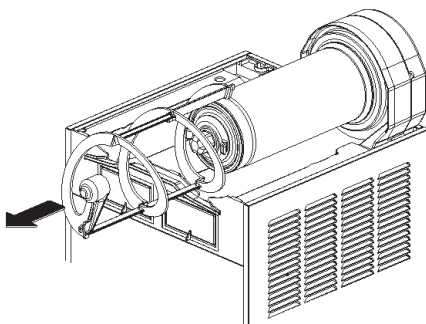
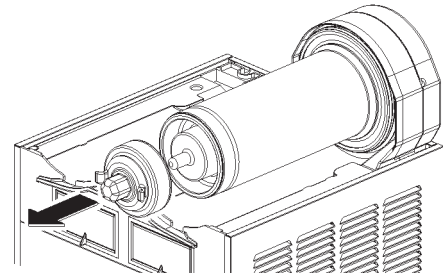

figura 8
figura 9
- 3 Sfilare dall'evaporatore la spirale esterna (vedere figura 8) e successivamente il rotore magnetico esterno (vedere figura 9).